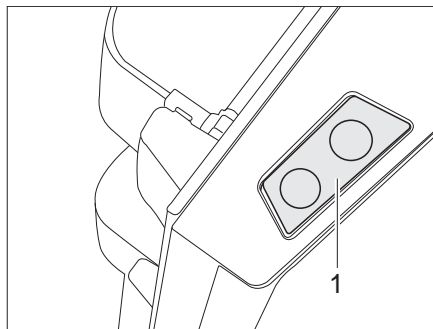

Fig. 238 Touche de déverrouillage de la porte du réfrigérateur (Dometic Série 8)
- Appuyer sur la touche de déverrouillage (Fig. 238,1) et ouvrir le réfrigérateur.